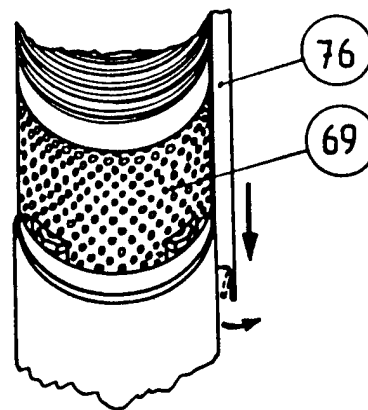

fig. 11
- Retirer le protège-câble (76) et la crépine (69) (fig. 11).